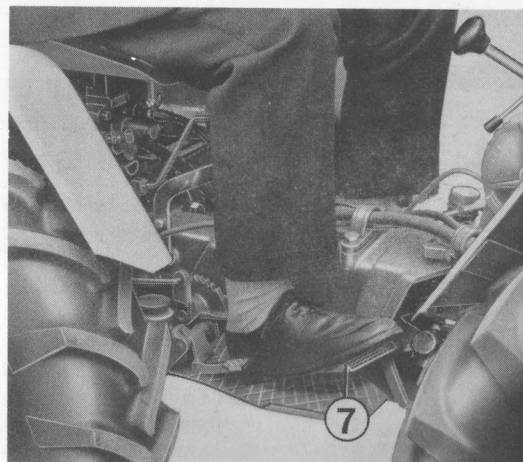

Fig. 9 - Pédale du frein principal
Du type mécanique, il est commandé par la pédale (7) et agit sur les 2 roues arrière du tracteur. (Voir Fig. 9).